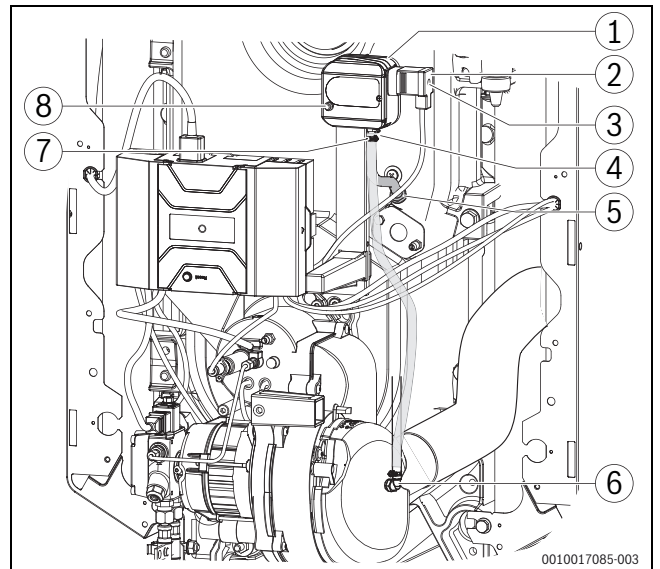

Bild 33 Brenner mit Druckwächter
- ▶ Sicherungsschraube [3] am Anschlussstecker [2] des Druckwächters [1] lösen und Anschlussstecker abziehen (→ Bild 33).
- ▶ Bei Teileaustausch im Reparaturfall auf die korrekte Zuordnung der Messleitungen gemäß Bild 33 achten!